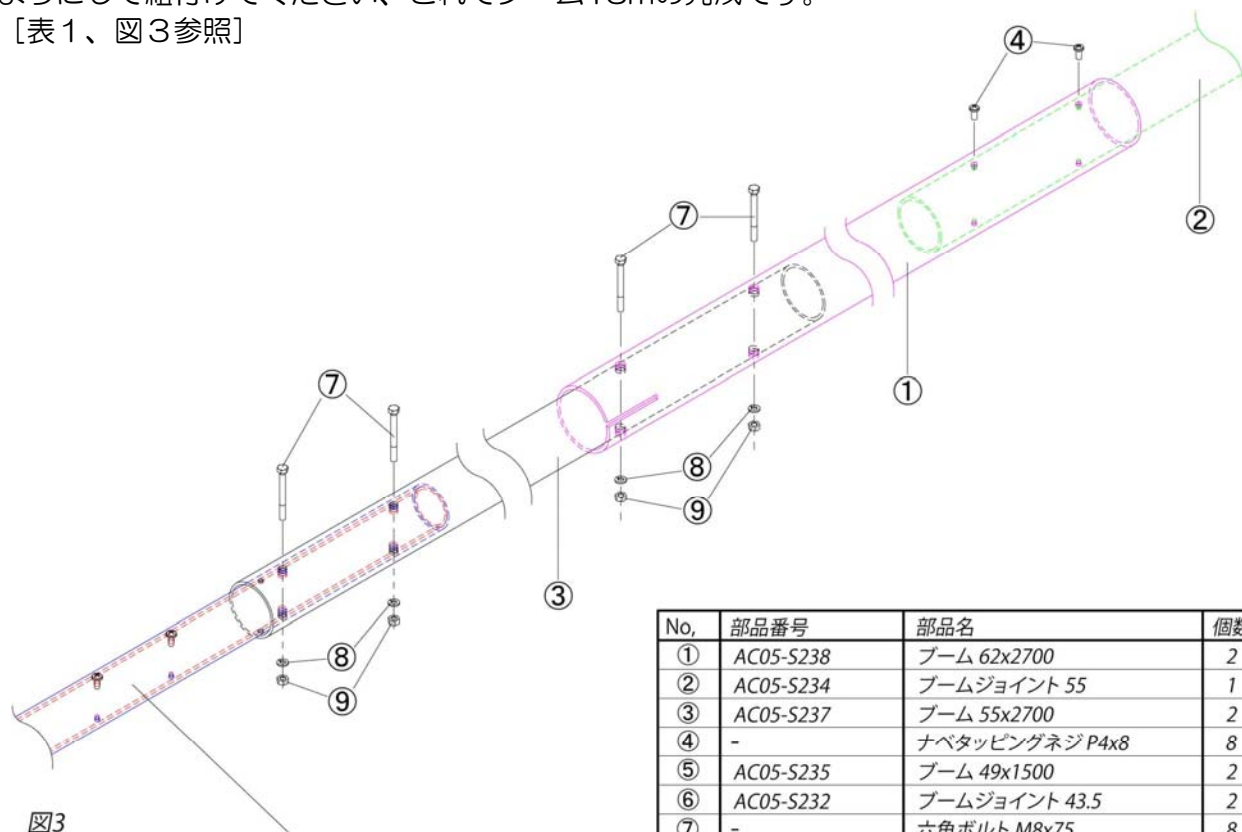

図3
「図3」に従って組立てを行ってください。
「図3」の組立てが二本完了したら、「②ブームジョイントブーム55」を中心に左右対称に挟むようにして組付けてください、これでブーム13mの完成です。
〔表1、図3参照〕